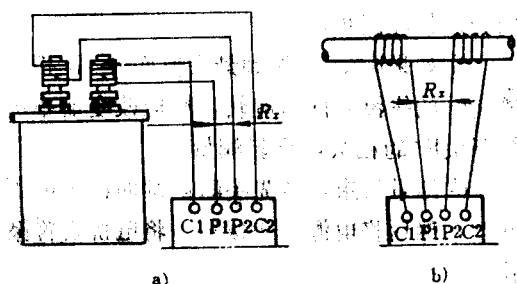

图 1-11
1) 电桥与被测电阻的联接有四根引线，接线时要使电位接头靠近被测电阻，电流接头和电位接头应正确联接，如图1-11所示。